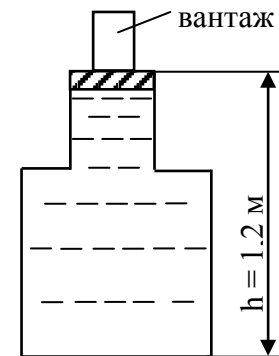

Рисунок 4.4
**4.2.3** Посудина висотою  $h = 1,2\text{ м}$ , яка повністю заповнена водою  $t = 4\text{ }^{\circ}\text{C}$  (рис. 4.4), накривають зверху поршнем (діаметр поршня  $0,1\text{ м}$ , маса  $m_{\text{п}} = 1,5\text{ кг}$ ) і встановлюють на нього зверху вантаж масою  $m_{\text{вант}} = 5\text{ кг}$ . Визначити надлишковий і абсолютний тиски на дно посудини. Стисливістю води знехтувати.